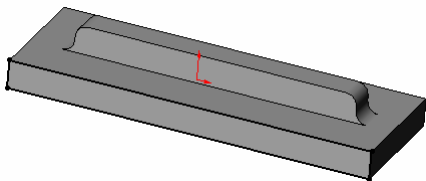

图 10-51 生成草图
⑦ 绘制草图。在实体上选择如图10-50所示的面作为绘图的基准面，单击“草图”工具栏中的“草图绘制”图标，然后单击“草图”工具栏中的“转换实体引用”图标，将选择的矩形表面转换成矩形图素，如图10-51所示。